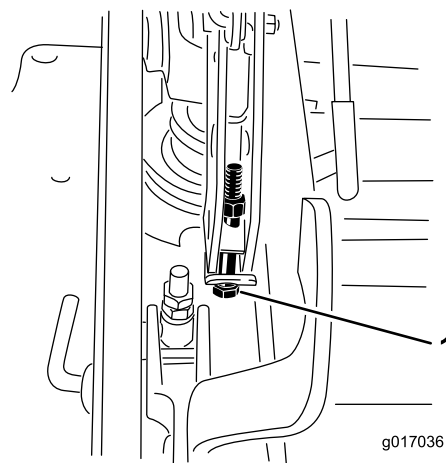

Figura 98
13. Si la carcasa está demasiado baja, apriete el perno del ajuste de un solo punto girándolo en el sentido de las agujas del reloj. Si la carcasa está demasiado alta, afloje el perno del ajuste de un solo punto girándolo en sentido antihorario (Figura 98).
14. Apriete los 2 pernos en el borde inferior de la pletina de altura de corte (Figura 98).